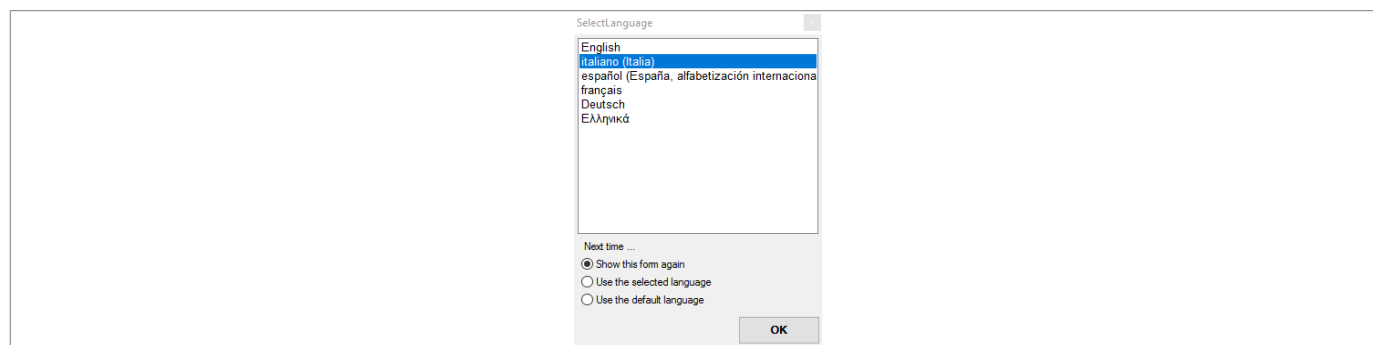

Fig. 8.29. Selezione lingua
2. Selezionare la lingua desiderata (Fig. 8.29)